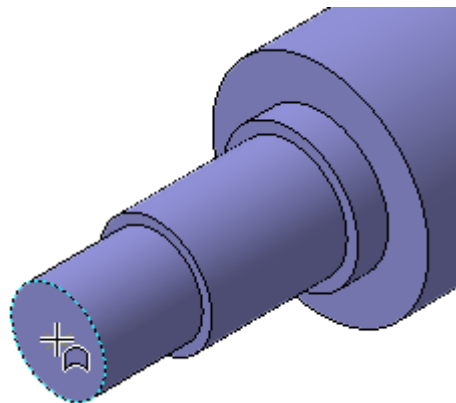

Рисунок 11.
- В окне модели укажите грань (рис.11)